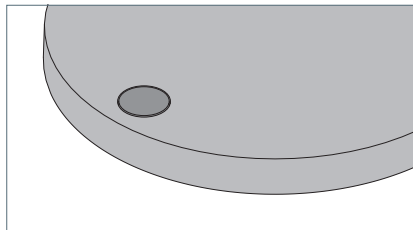

Fig. 3: Knop.
- Druk kort op de knop, zie Fig. 3.
- Druk op de knop en houd de knop ingedrukt, zie Fig. 3.
- Druk op de knop, houd de knop tien seconden ingedrukt tot het armatuur weer begint met regelmatig te knippen, zie Fig. 3.